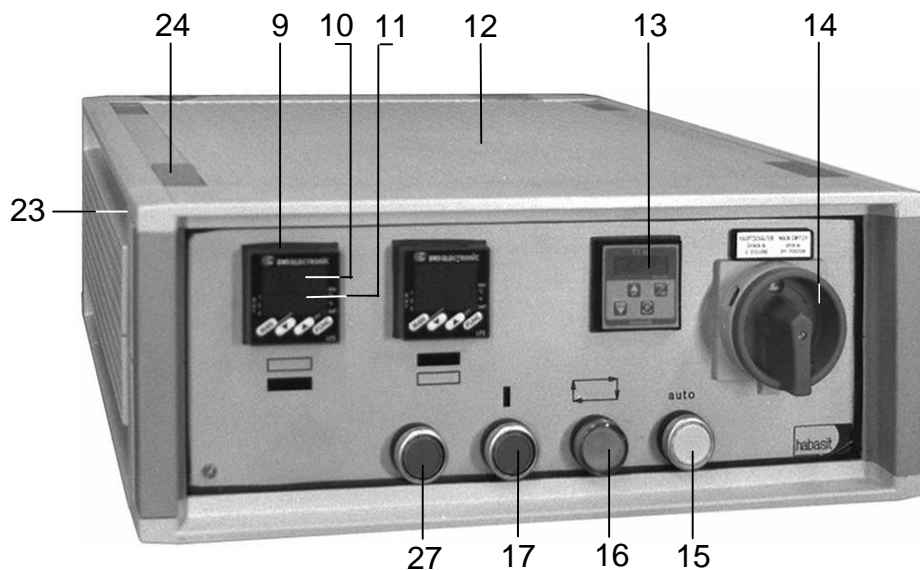

Fig. 4: Vista anteriore dell'apparecchio di regolazione PMR-04
- Se la temperatura indicata (verde) (11) di una piastra riscaldante (7) dovesse discostarsi più di 2° C da un valore nominale impostato (10), questo potrebbe essere riconducibile al regolatore (9), piuttosto che alla piastra riscaldante (7).
- Questo può essere facilmente verificato scambiando i due connettori (18) nella parte posteriore dell'apparecchio di regolazione (12) e controllando se lo stesso regolatore (9) indica sempre il valore discordante.
- Se questo è il caso, la causa del guasto è chiaramente da ricondurre al regolatore in questione (9).
- Se tuttavia il difetto dovesse passare all'altro regolatore (9), il guasto è da ricondurre alla rispettiva piastra riscaldante (7) o al filo di segnale termocoppia.
- Misurare comunque sempre la temperatura della piastra riscaldante in caso di valore reale discordante (11) (vedere 5.2).
- In caso di guasti di questo o di altro tipo occorre informare il produttore. Le piastre riscaldanti (7) ed i regolatori difettosi (9) possono essere riparati o sostituiti dal produttore.
In caso di guasto all'unità elettronica di controllo/regolazione, controllare sempre innanzitutto gli interruttori automatici (22). Gli interruttori automatici accessibili dall'esterno (22) controllano la potenza. Interruttori automatici supplementari per il controllo della corrente di comando sono previsti all'interno dell'apparecchio di regolazione. Per l'apertura della cassa, vedere il punto 3.2 e la fig. 4.
- Per smontare il coperchio della cassa seguire le indicazioni nella fig. 4. Premere i tasti di sblocco incassati (23) per aprire il coperchio (24).